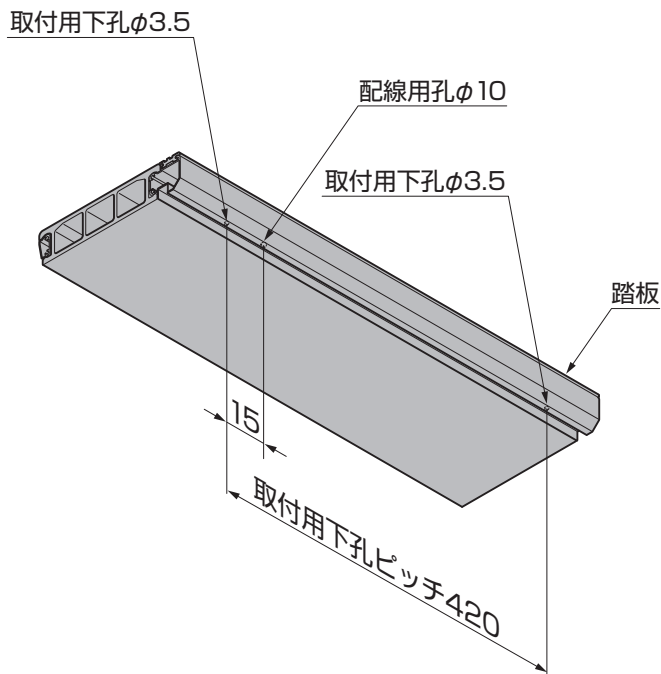

図4-1
①踏板のLEDユニットを取付ける位置に、取付用下孔φ3.5と配線用孔φ10をあけてください。(図4-1参照)